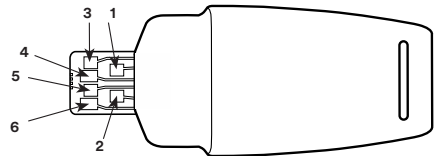

Figure 6-2 : Clé de vérification de l'étalonnage
- Tenez les fils du multimètre numérique sur les plaques une et trois (voir la Figure 6-2).